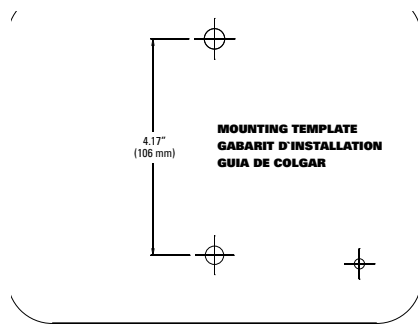

Figura 1: Use la plantilla de montaje (incluida)
- Use la plantilla de montaje (incluida) para marcar la ubicación del tornillo de montaje en la pared. Consulte la figura 1